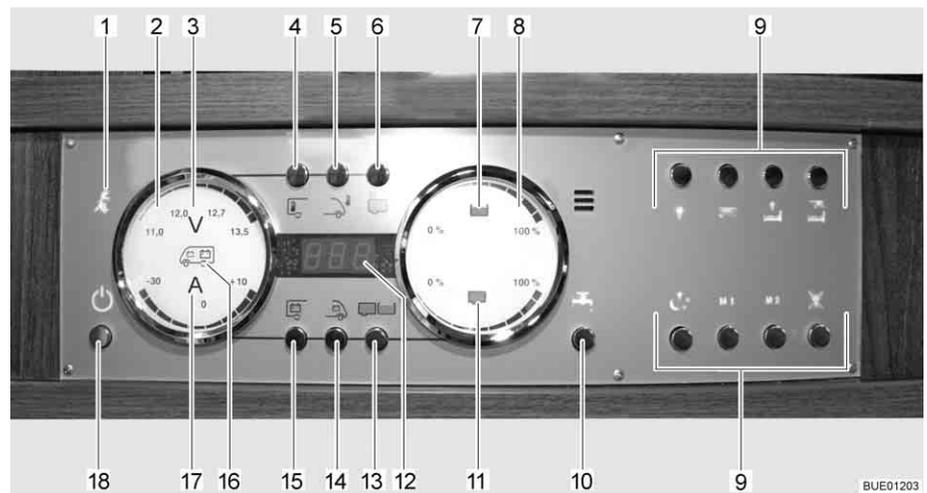

Bild 108 Panel LT 510
Die 230-V-Kontroll-Leuchte (Bild 108,1) leuchtet, wenn am Eingang des Elektroblocs Netzspannung vorhanden ist.
Der 12-V-Hauptschalter (Bild 108,18) schaltet das Panel und die 12-V-Versorgung des Wohnraums ein und aus.
- Taste 12-V-Versorgung (Bild 108,18) kurz drücken. Die 12-V-Versorgung des Wohnraums ist eingeschaltet. Die Kontroll-Anzeige "12 V" leuchtet.
- ▷ Wenn nach dem Einschalten die LED "11,0" der Voltanzeige sowie das Symbol Volt "V" (Bild 108,3) im Anzeigeelement Batterien (Bild 108,2) blinken, dann ist die Spannung der Wohnraumbatterie zu gering. Batterie laden.
- ▷ Wenn nach dem Einschalten die Kontroll-Anzeige "12 V" und das Symbol Volt "V" (Bild 108,3) dreimal blinken, dann ist die Batterietrennung aktiviert. Batterietrennung deaktivieren.
- Taste 12-V-Versorgung (Bild 108,18) kurz drücken. Die 12-V-Versorgung des Wohnraums ist ausgeschaltet. Die Kontroll-Anzeige "12-V-Versorgung" erlischt.
- Taste Wohnraumbatterie (Bild 108,15) drücken und ca. 10 Sekunden lang gedrückt halten. Das Symbol Volt "V" (Bild 108,3) und die Kontroll-Anzeige "12 V" blinken dreimal. Die Wohnraumbatterie ist vom 12-V-Bordnetz getrennt.
- Taste 12-V-Versorgung (Bild 108,18) drücken und ca. 5 Sekunden lang gedrückt halten. Das Symbol Volt "V" (Bild 108,3) und die Kontroll-Anzeige "12 V" blinken dreimal. Die Wohnraumbatterie ist mit dem 12-V-Bordnetz verbunden. Die Kontroll-Anzeige leuchtet nach ca. 5 Sekunden.
- Taste Wohnraumbatterie (Bild 108,15) drücken. Das Symbol Volt "V" (Bild 108,3) leuchtet. Das Symbol Ampere "A" (Bild 108,17) leuchtet je nach Ladung oder Entladung weiß bzw. rot. Die Batteriespannung und der Strom der Wohnraumbatterie werden über die LEDs im Anzeigeelement angezeigt.
- Taste Starterbatterie (Bild 108,14) drücken. Das Symbol Volt "V" (Bild 108,3) leuchtet. Die Batteriespannung der Starterbatterie wird über die LEDs im Anzeigeelement angezeigt.
- Taste Tanks (Bild 108,13) drücken. Die Symbole Wassertank (Bild 108,7) und Abwassertank (Bild 108,11) leuchten. Die Füllstände des Wassertanks (obere Skala) und des Abwassertanks (untere Skala) werden über die LEDs im Anzeigeeinstrument angezeigt.
Das Symbol Wassertank (Bild 108,7) oder das Symbol Abwassertank (Bild 108,11) blinkt, wenn der Wassertank leer oder der Abwassertank voll ist.